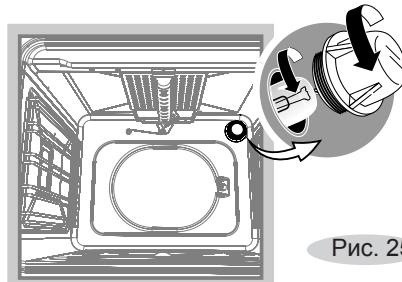

Рис. 25
- Открутите стеклянный плафон (рис. 25).